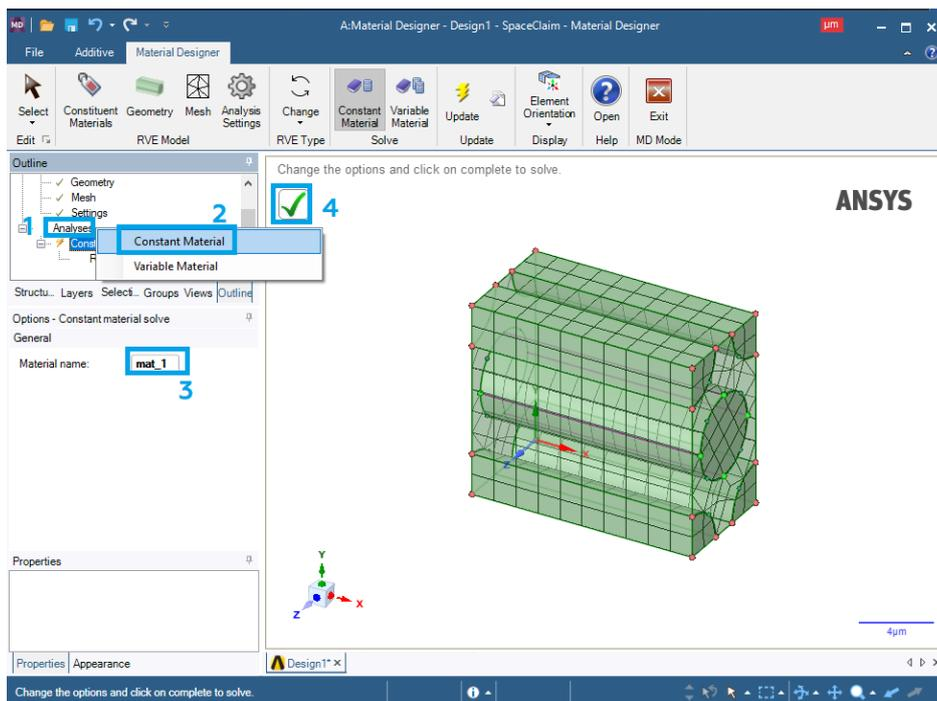

Рис. 9. Создание сетки объемного элемента
9. Присваиваем название созданному объемному элементу (рис. 9). Для этого нажимаем ПКМ на *Analyses* (1) – *Constant Material* (2), вводим название материала (3) и нажимаем на галочку (4). Закрываем окно *Material Designer*.